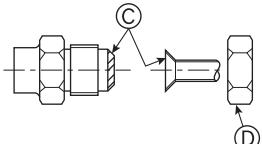

Fig. 4-8
Ⓐ (Fig. 4-8)
Ⓑ (Fig. 4-8)
4.4. Σωλήνες σύνδεσης (Fig. 4-8)